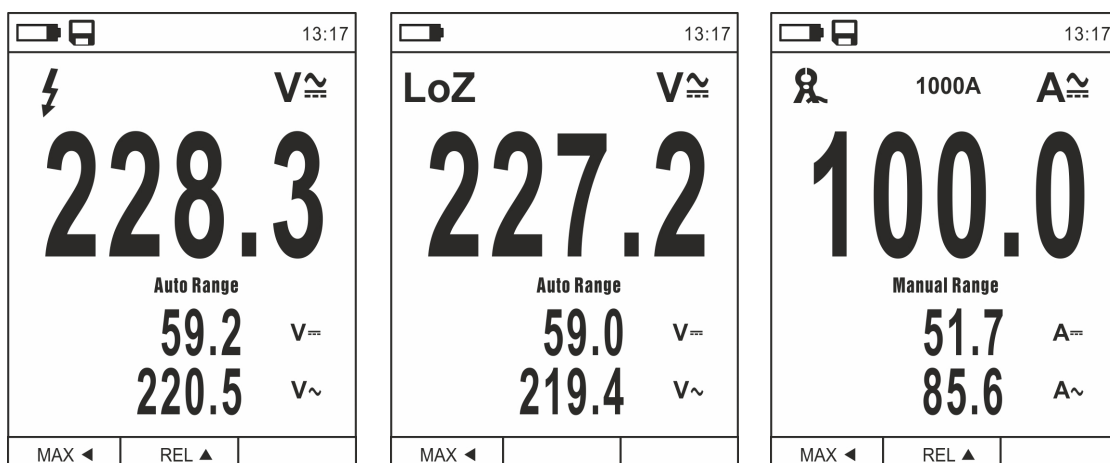

Abb. 6: Beschreibung der Messung von AC+DC Spannung und Strom
2. Drücken Sie die Taste **MODE/VFD** und wählen Sie "V $\approx$ ", "A $\approx$ ", "mA $\approx$ " oder "μA $\approx$ " aus (siehe Abb. 6).